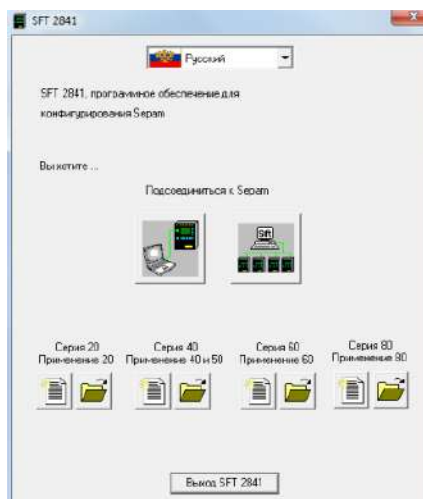

Рисунок 1.1 – Окно подключения SFT 2841
6. Запустить приложение SFT2841 (рис. 1.1), в окне программы нажать кнопку .